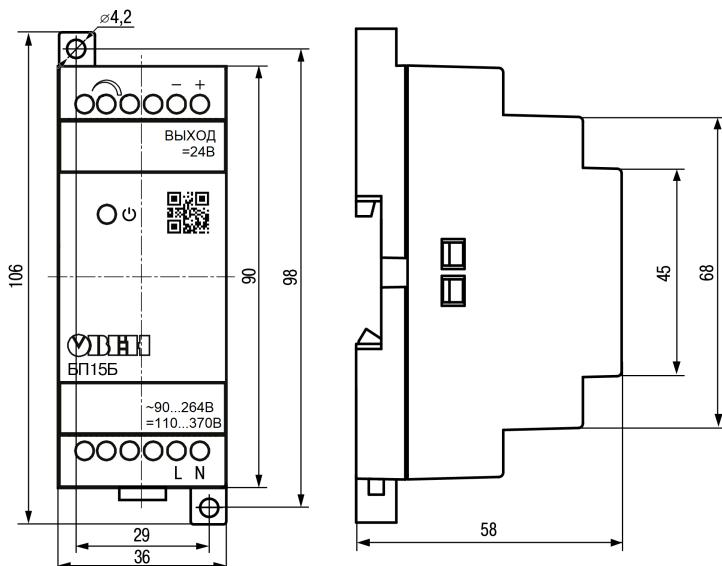

Рисунок 5 – Внешний вид, габаритные и установочные размеры прибора
- Убедиться в наличии свободного пространства для подключения прибора и прокладки проводов (см. рисунок 5). Подготовить место на DIN-рейке.